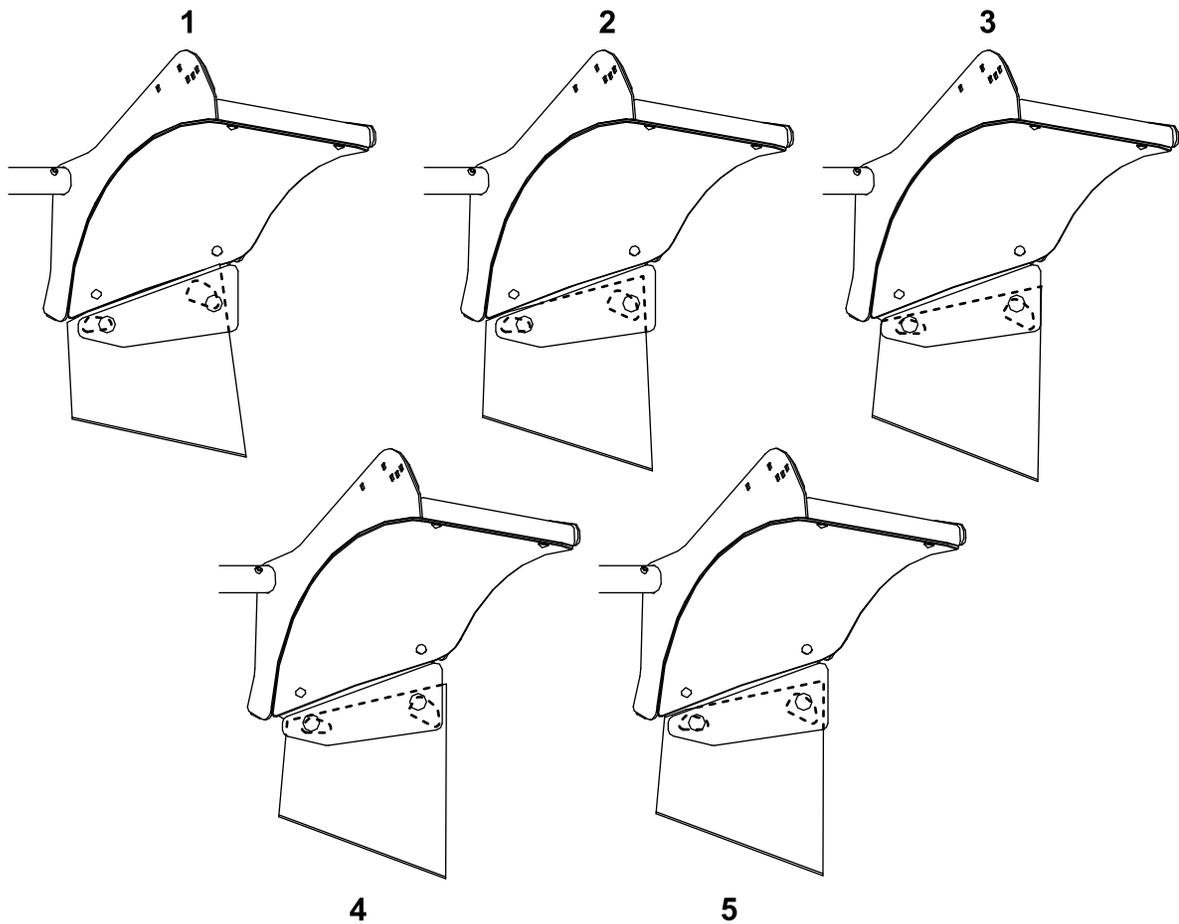

Bild 23
16. Richten Sie die Schürfleiste anhand der Bild 23 so aus, dass sie mit der Schürfleiste des Pfluges fluchtet und bündig mit dem Boden abschließt.